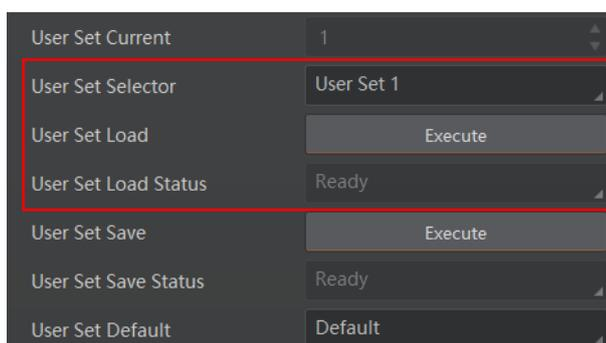

图7-16 加载参数设置
- 加载参数：在连接设备但不预览时，可对设备进行加载参数的操作。通过 *User Set Selector* 参数下拉选择其中一套参数，点击 *User Set Load* 处的 “Execute”，即可将选择的一套参数加载到相机中，如图 7-16 所示。